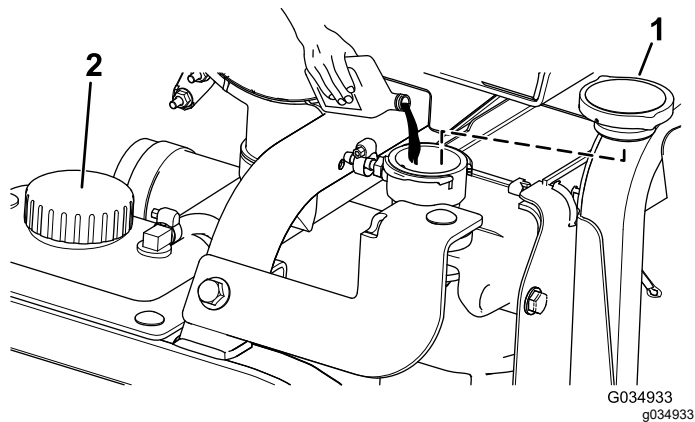

Figure 124
- 5. Remplissez le radiateur de liquide de refroidissement jusqu'à ce que le niveau atteigne le rebord de l'orifice de remplissage (Figure 124).